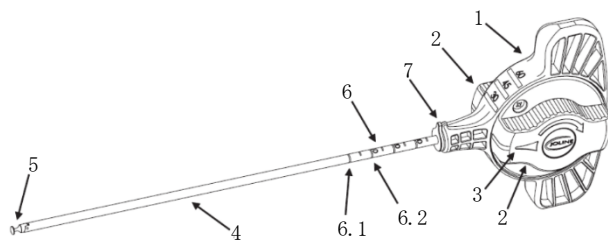

図1: 本品の初期位置
- 2) Joline BKP システムのイントロデューサーカニューラ (以下、カニューラ) に挿入されている器具をすべて取り外す。本品を作業チャンネルに挿入する前に、カuttingヘッドがシャフトと一直線になっていること (図 1)、及び角度インジケータが初期位置にあることを確認する。必要に応じて、コントロールノブ (図 1、番号 2) を使用してカuttingヘッドがシャフトと一直線になるように調整し、開始位置を設定する。